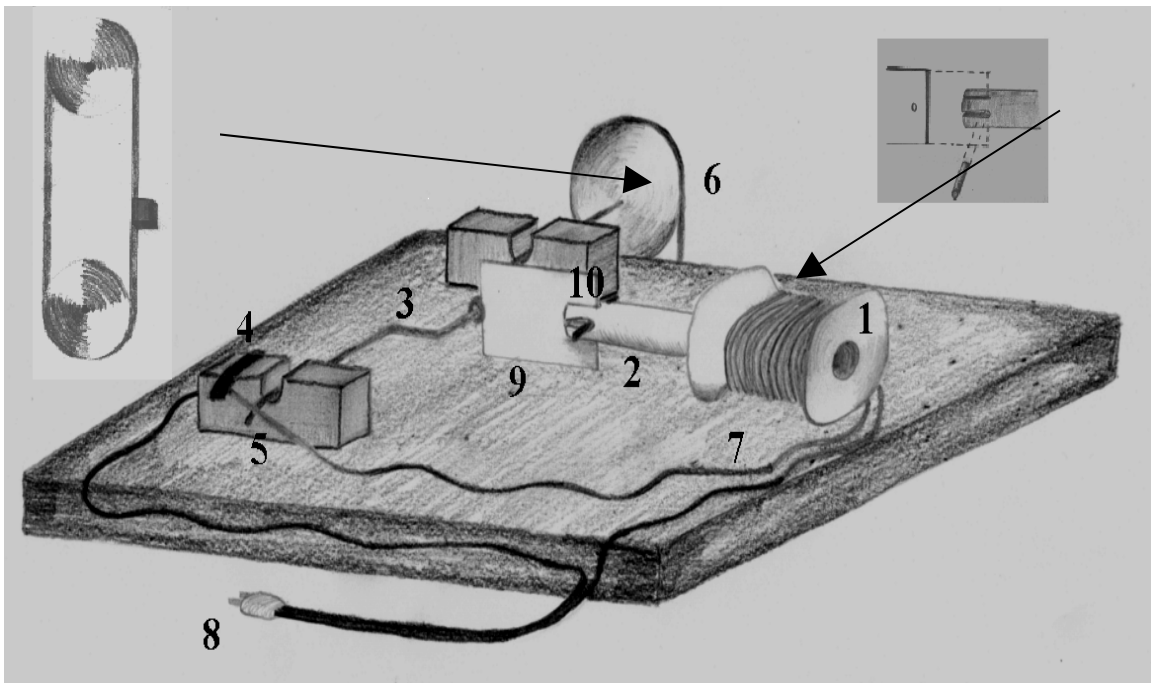

Figura 1: Esboço do motor elétrico a ser construído e do sistema elementar de levantamento de um pequeno corpo.
Na outra extremidade do eixo com manivela, teremos um disco (6) ligado a uma correia que sustenta um pequeno corpo (conforme detalhe na figura 1), o qual será sucessivamente erguido e abaixado pelo motor.
A base e os apoios da manivela (mancais) serão feitos de madeira. A bobina será feita com um carretel onde enrolaremos um fio magnético. Utilizaremos arame para construir a manivela e um pedaço de ferro para o êmbolo. O biela será feita com uma pequena chapa ligada, por um lado ao êmbolo, por meio de um prego ou parafuso (como mostra o detalhe na figura 1), e do outro lado à manivela, livre para girar e limitada por duas arruelas. Os discos podem ser feitos com tampas de latas.